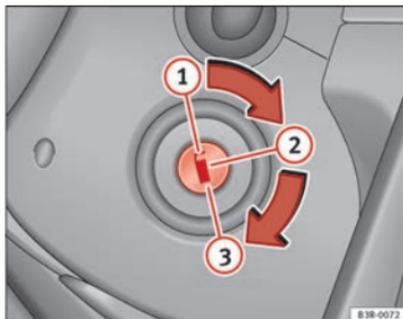

Abb. 137 Stellungen des Zündschlüssels
- Drehen Sie den Zündschlüssel in Position ① ⇒ Abb. 137.